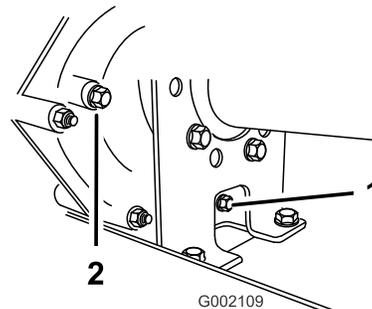

図 59
2. 補給口および排出口の周囲をウェスできれいにふき取る(図59)。